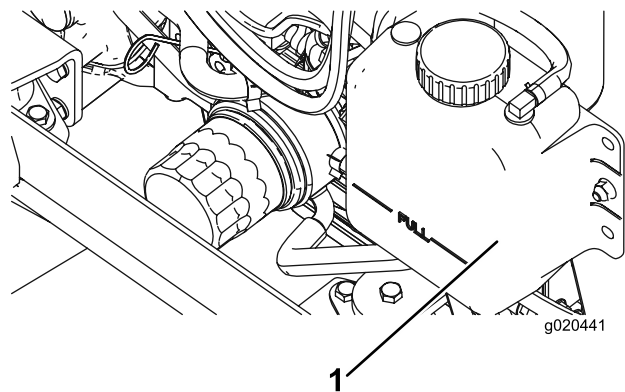

Bild 76
1. Nehmen Sie den Kühlerdeckel und den Deckel des Ausdehnungsgefäßes vorsichtig ab (Bild 76).